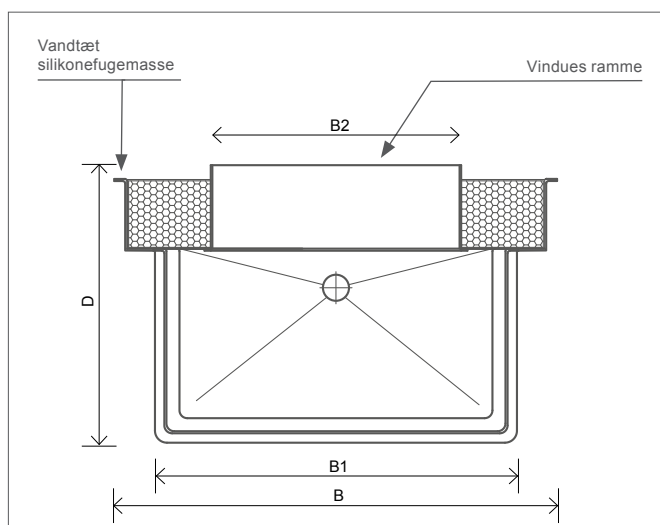
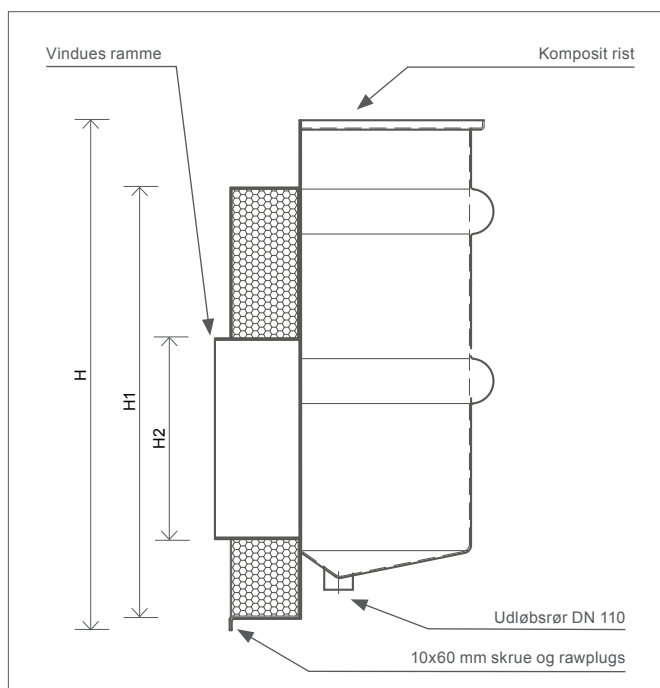

Fig. 1
Fig. 2
Før lyskassen monteres bør det sikres, at lyskassens mål passer til vinduesrammen. Lyskassens indvendige bredde (B) skal være mindst 100 mm bredere end vinduesrammen (B2) (se fig. 1). Lyskassens indvendige højde (H) skal være mindst 50 mm højere end vinduesrammen (H2) (se fig. 2). Kontroller også at isoleringstykkelsen er korrekt.